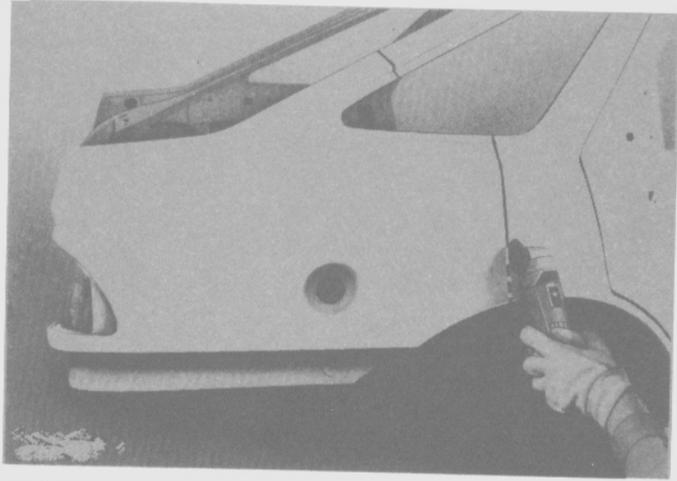

Fig. 221
- Utilizando una sierra, cortar el panel lateral a lo largo de la línea en el pilar "C" y del pasarruedas en la ventanilla lateral (Fig. 221).